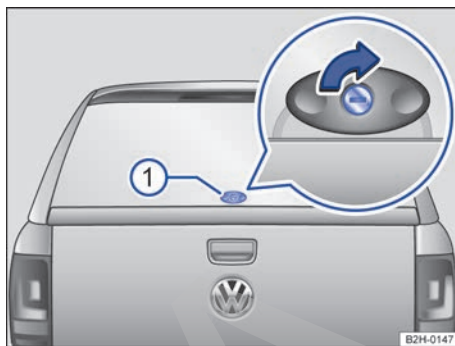

Fig. 31 Abrir la luneta trasera abatible.
- Introduzca la llave en el cilindro de la cerradura de la manija → **fig. 31** **1**.